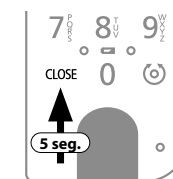
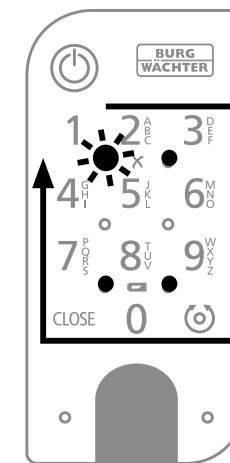

Fig. 4
Fig. 5
- Pressione e segure o botão CLOSE por cinco segundos (Fig. 4) até que os LEDs de sinal no teclado acendam no sentido horário (Fig. 5).